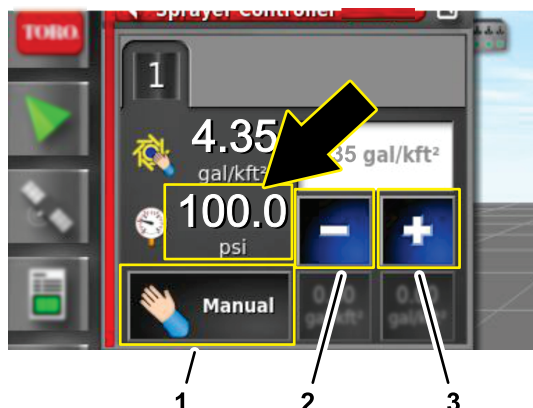

Figura 242
7. Nella finestra di dialogo del controller del volume di irrorazione, premete sull'icona MODALITÀ DI CONTROLLO DEL VOLUME sino a visualizzare la modalità manuale (Figura 242).
8. Premete l'icona di decremento (-) o di incremento (+) per regolare la pressione dell'impianto di irrorazione (Figura 242) a un valore di 6,9 bar.